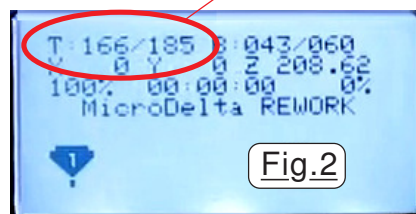

Fig.2
Cliquer avec le **BGS** dans le petit carré vert clair central **X** de la Fig.2 et faire glisser permet de déplacer l'objet sur la grille. Pour exporter, on peut aussi utiliser l'onglet **[Part]** qui ajoute plusieurs autres fonctionnalités.
- 3) Attendre que la température soit d'environ 200°C. (Fig.2)
- 13) Sur l'écran graphique revenir à l'écran initial qui affiche l'état actuel de la machine. (Fig.2)